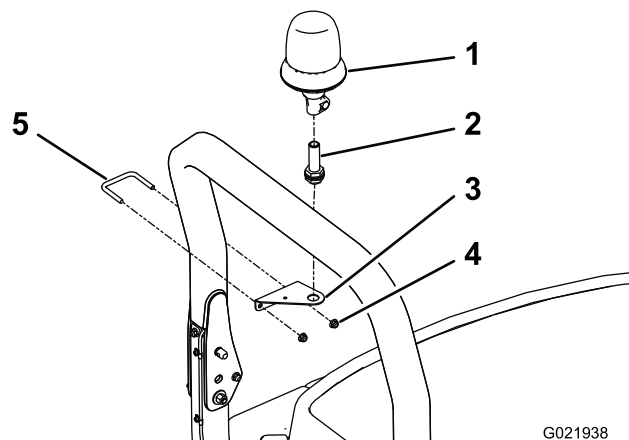

Figure 4
2. Fixez légèrement le support de gyrophare (ROPS) sur le côté du montant de la structure ROPS avec l'étrier fileté et (2) écrous à embase (3/8 po), comme montré à la Figure 4.
4. Montez la prise de gyrophare sur le support de gyrophare avec l'écrou de blocage fourni (Figure 4).
5. Branchez le gyrophare à la prise et serrez l'écrou à oreilles (Figure 4).